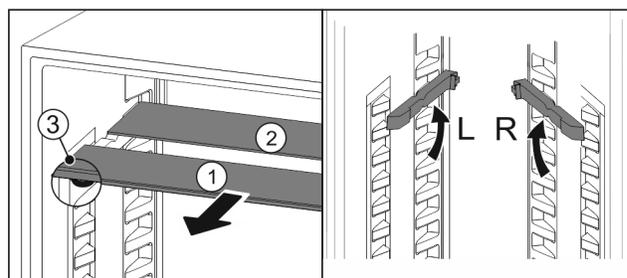

Fig. 92
- ▶ Sortir les tablettes par l'avant Fig. 92 (1).
- ▷ La tablette en verre Fig. 92 (1) avec bordure décorative est située à l'avant.
- ▷ Les butées Fig. 92 (3) sont orientées vers le bas.